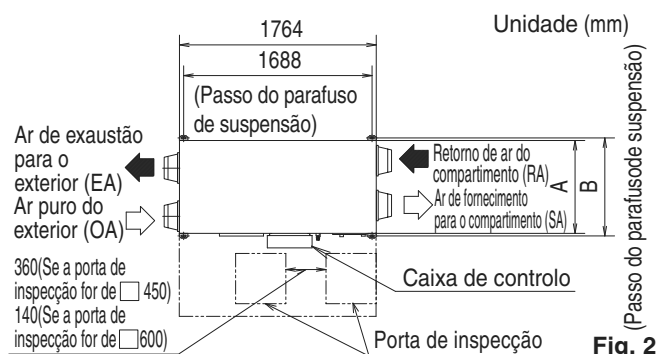

Fig. 2
(1) Confirme a relação posicional entre a unidade e os parafusos de suspensão. (Consulte a Fig. 2)